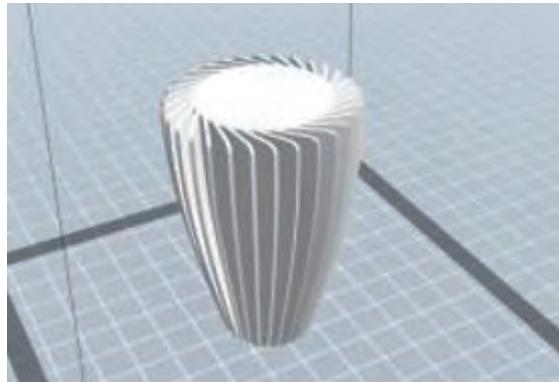

図 8-14
③(図 8-14) のように面積が広い部分と反対に狭い部分があるモデルでは、広い部分を床面に配置することをお勧めします。